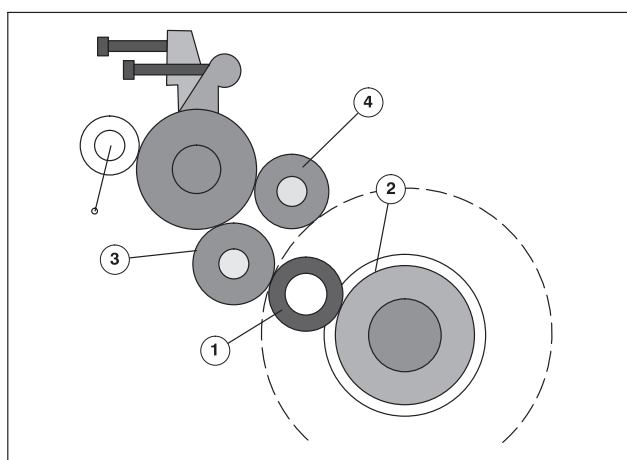

Рис. 6 Регулировка накатных валиков с помощью установочного кольца
Накатные валики можно также регулировать по отношению к нумераторным головкам с помощью установочного кольца (Рис. 6/❶). Наружный диаметр установочного кольца соответствует высоте нумератора.
- ❶ Установите установочное кольцо на выступ посадочного кольца (Рис. 6/❷) и протолкните его под накатным валиком (Рис. 6/❸). Если накатный валик установлен правильно, то на установочном кольце будет видна **полоса краски шириной около 2 мм**.
- ❷ То же самое повторите для верхнего накатного валика (Рис. 6/❹).